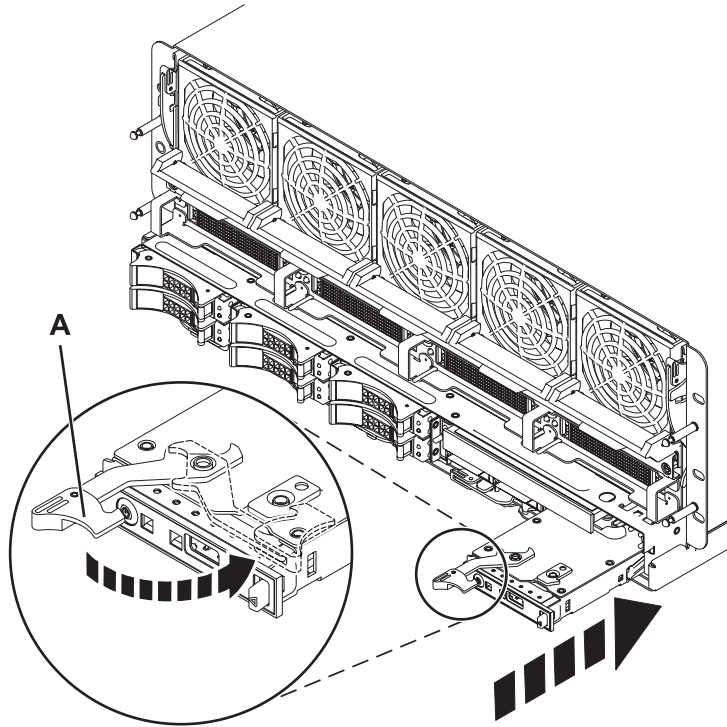

Figure 2. Installation d'un panneau de commande
4. Installez le nouveau panneau de commande, comme indiqué dans la figure 2, à la page 8.